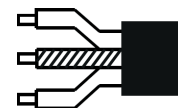

Рисунок 2
3.2 Произвести монтаж закладной. Произвести подключение светильника согласно электрической схеме (рис.2). Соединение светильника с питающим кабелем должно быть выполнено способом, обеспечивающим герметичность (коробка, кабельная муфта и пр.). произвести монтаж светильника. Масса, габаритные размеры, мощность, световой поток и цветовая температура зависят от модификации светильника и указаны в таблице 3.